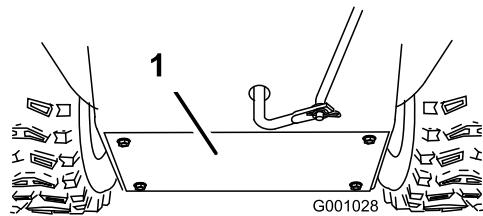

Figura 50
- Togliete il carter posteriore (Figura 50).